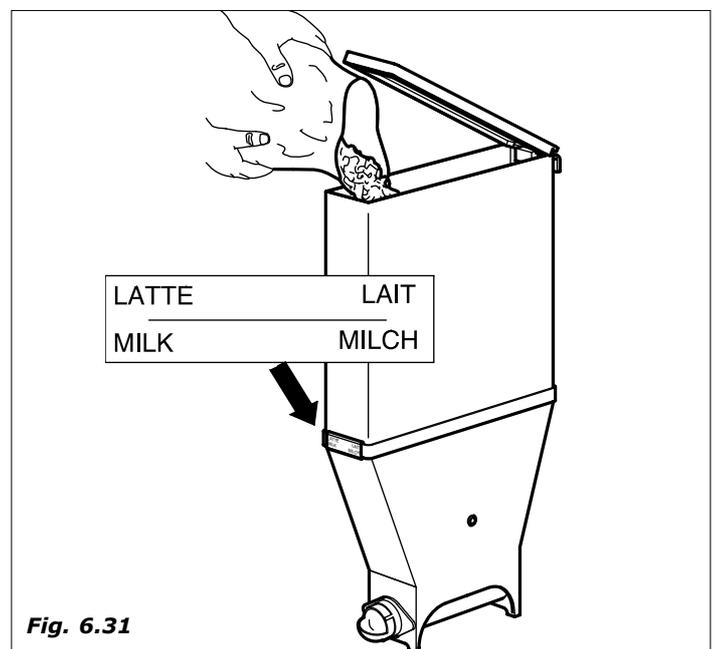

Fig. 6.31
- Quitar la tapa de todos los contenedores y colocar el producto adecuado según muestra el rótulo (Fig.6.31)